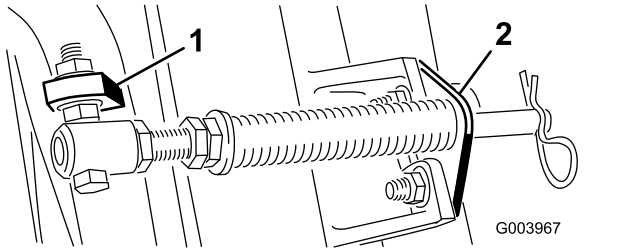
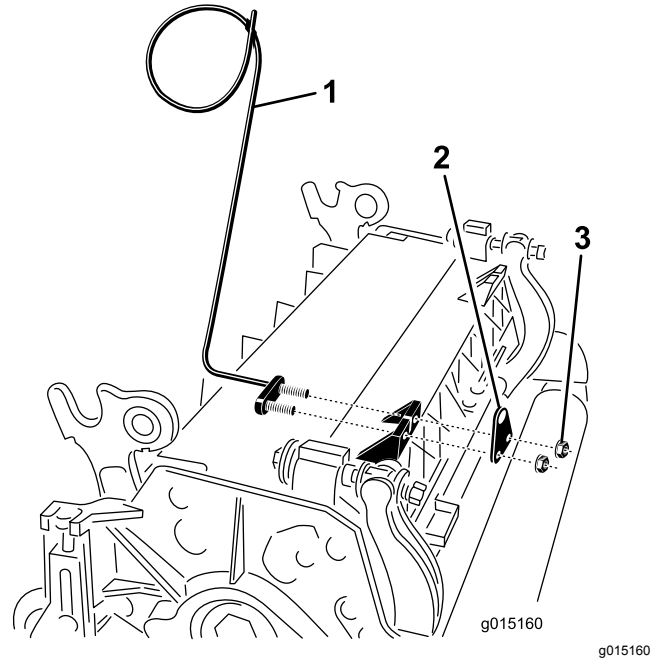

Bild 11
Bild 13
Hinweis: Positionieren Sie den Schraubenkopf zur Außenseite der Nase, wie in Bild 11 dargestellt.
E. Montieren Sie die Stangenhalterung mit den Schlossschrauben und Muttern an den Schneideeinheiten (Bild 11). An der Schneideinheit müssen Sie auch die linke Schlauchführung vorne an den Schneideeinheiten befestigen, wenn Sie die Stangenhalterung (Bild 13) wieder einbauen.